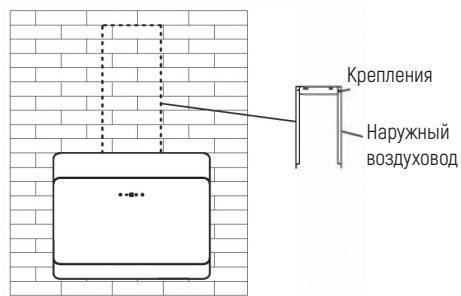

Рис. 3
6. Установите наружный воздуховод и закрепите его с помощью крепления воздуховода. См. рис. 3.